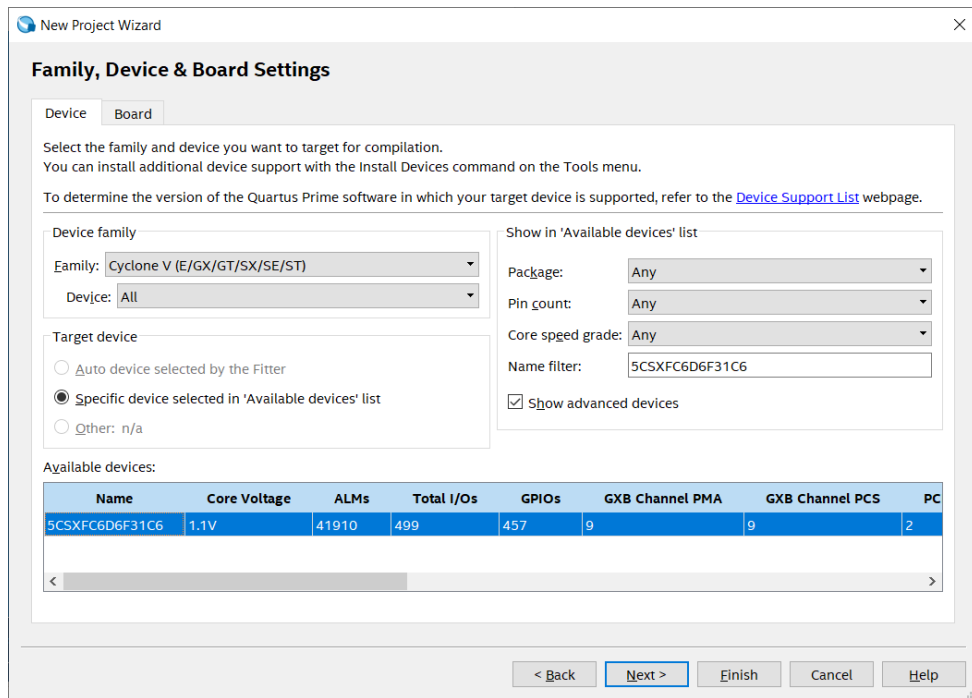

Figura 5. Familia y modelo del chip FPGA SoC.
- En la siguiente ventana aparecerán todas las familias de chips FPGA. Proceda a escoger la familia **Cyclone V (E/GX/GT/SX/SE/ST)** y seleccione el nombre del chip FPGA SoC **5CSXFC6D6F31C6**, tal como se muestra en la Figura 5. Luego haga clic en **Next**.